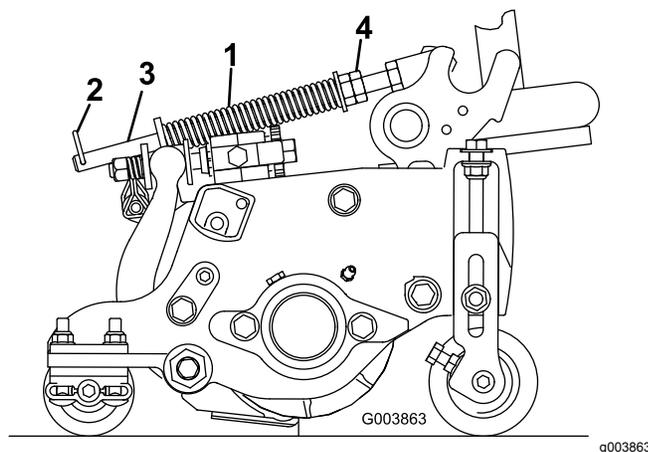

Рисунок 14
1. Убедитесь, что игольчатый шплинт вставлен в заднее отверстие штока пружины (Рисунок 14).
2. Затяните шестигранные гайки в передней части штока пружины так, чтобы сжатая длина пружины стала равна 12,7 см на машине с 5-дюймовыми режущими блоками или 15,9 см на машине с 7-дюймовыми режущими блоками (Рисунок 14).
Пружина компенсации состояния грунта переносит вес с переднего на задний каток (Рисунок 14). Это препятствует образованию на грунте волнообразных неровностей (так называемых «волн» или «трясок»).